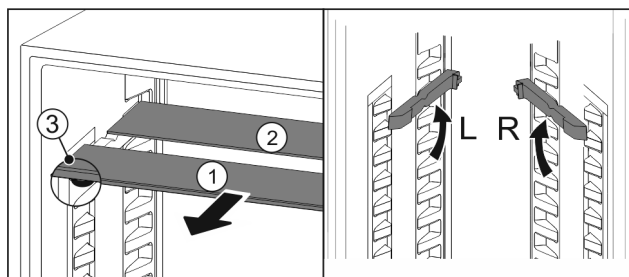

Fig. 60
- Skleněné desky jednotlivě vytáhněte dopředu Fig. 60 (1).
- ▷ Skleněná deska Fig. 60 (1) s ozdobnou lištou leží vpředu.
- ▷ Zarážky Fig. 60 (3) směřují dolů.